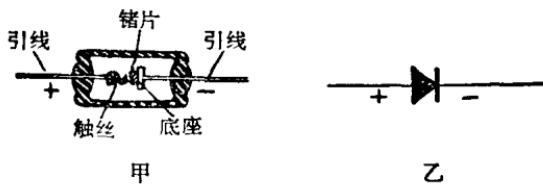

图 1-10 点接触二极管结构及其符号
(1) 晶体二极管 实际上它就是一个 P-n 结(如图 1-10)。由于它具有单向导电性，所以一般用它来整流(把交流电变为直流电)和检波。